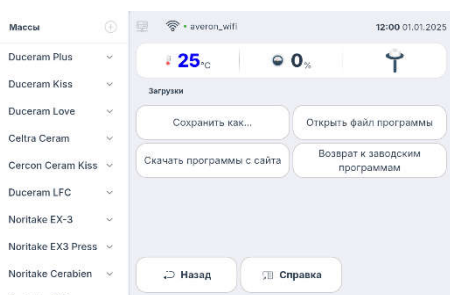

Рис.4
- нажмите -  **Скачать программы с сайта** (рис.4), выберите необходимую Массу (№ Имя файла),
- нажмите  сверху списка Массы (рис. 4). Нажмите **Добавить массу**. Введите имя новой массы.
- нажмите  сверху списка Массы (рис. 4). Нажмите **Добавить программу**. Выберите массу, в которой будет новая программа. Введите имя новой программы.